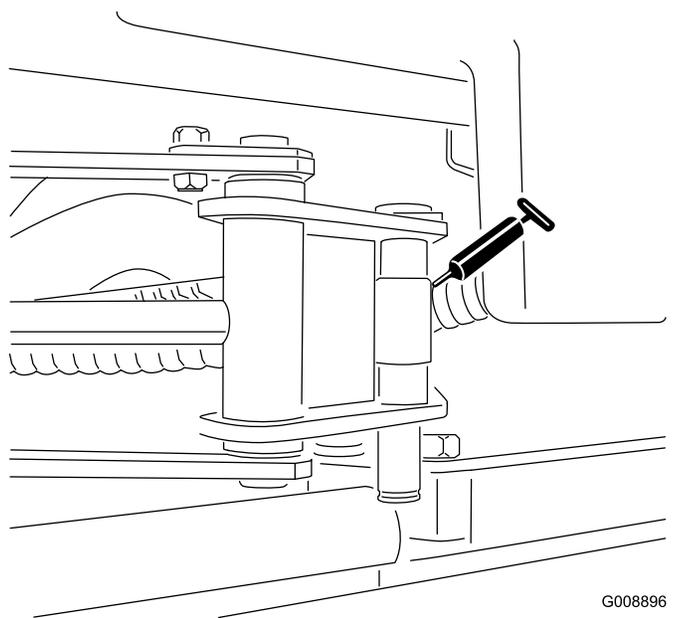

Рисунок 51
- Концы цилиндров SideWinder (2; только модель 03171) (Рисунок 51)